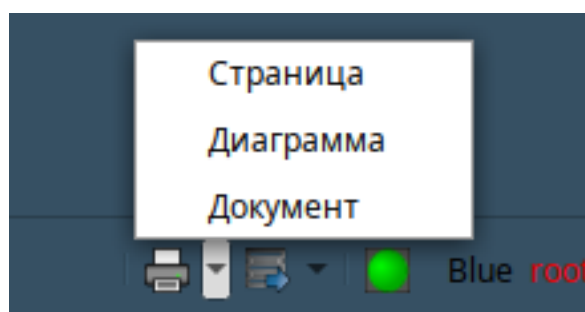

Рис. 16
3.2.3.2. Кнопка  «Печать» предназначена для вывода на печать документов, отдельных страниц и графиков. При щелчке левой кнопкой мыши по полю с треугольником, расположенному в правой части поля кнопки, появится перечень объектов, предназначенных к печати (рис. 16).